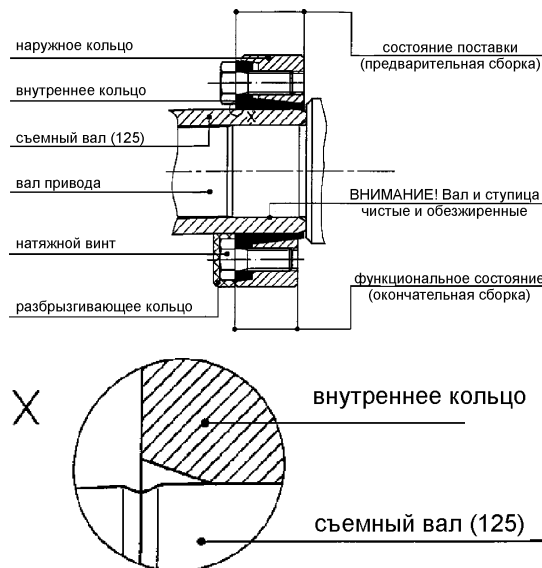
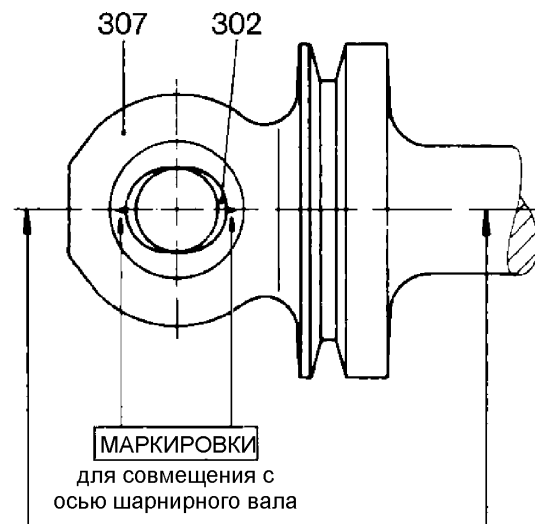

Рис. 6: Натяжные комплекты во внутреннем хомуте
Рис. 7: Запрессовка шарнирной втулки
- ВНИМАНИЕ** Не затягивать натяжные винты до тех пор, пока съемный вал (125) не будет насажен на вал привода.
- ВНИМАНИЕ** Очистить и обезжирить вал привода и отверстие съемного вала (125).
- Надеть разбрызгивающее кольцо 123 на съемный вал (125).
- Слегка смазать место посадки натяжного комплекта (123) на съемном валу (125) и надеть натяжной комплект (123) до упора на съемный вал (125).
- Надеть съемный вал (125) до упора на вал привода.
- Последовательно по кругу затягивать натяжные винты натяжного комплекта (123). Для этого при необходимости проворачивать съемный вал.
- ВНИМАНИЕ** Затягивать все натяжные винты до тех пор, пока не будет обеспечена соосность наружного и внутреннего колец и пока резко не возрастет момент затяжки винтов (см. функциональную схему на рис. 6). Допустимые моменты затяжки винтов выгравированы на натяжном комплекте (123).
- Проверить правильное положение натяжного комплекта (123) на съемном валу (125) согласно рис. 6, а также детали согласно фрагменту X.
- Надеть разбрызгивающее кольцо 123 на натяжной комплект (123).
- Наполовину забить втулку для шарнирного болта (303) в ротор (401) в съемный вал (125) с помощью латунной оправки.
- Запрессовать шарнирную втулку (302) в шарнирный вал (307) так, чтобы продольная ось овального отверстия (отмечена двумя насечками) совпала с продольной осью шарнирного вала (307). Шарнирная втулка должна равномерно с обеих сторон выступать из шарнирного вала (см. рис. 7).